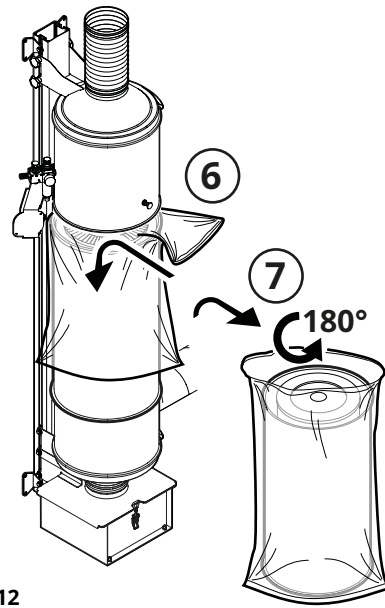
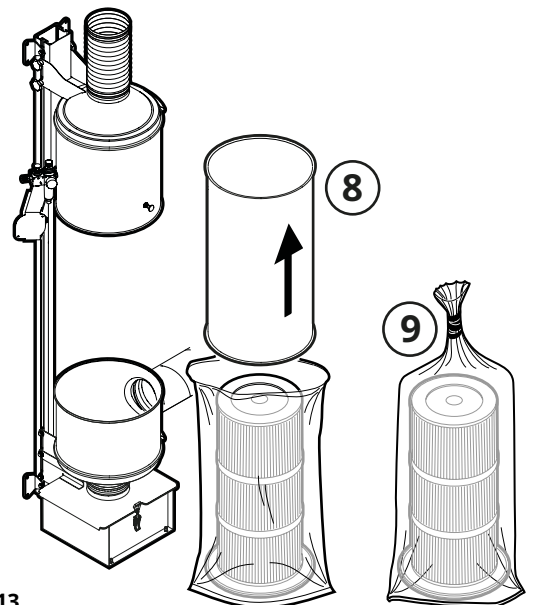

Fig. 12
Fig. 13
5. Sätt Filterpåse CFE PCW3 över filterhuset (6, **Fig. 12**) så den täcker hela vägen ner till anslutningscylindern.
6. Lyft lös filterhuset med Filterpåse CFE PCW3, vänd det upp och ned och ställ ner på en plan yta (7).
7. Lyft ur filterhuset ur Filterpåse CFE PCW3 (8, **Fig. 13**) så endast patronfiltret är kvar, och förslut påsen (9).